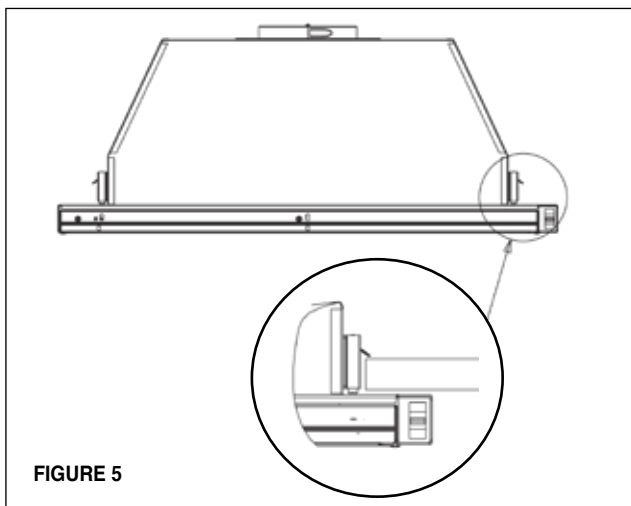

FIGURE 5
3. Installer la hotte sur l'armoire à l'aide de deux fixations à ressort, une de chaque côté de la hotte (**FIGURE 5**). Placer la hotte dans l'ouverture pratiquée dans l'armoire. Attention de ne pas endommager l'armoire, la hotte ou d'autres appareils.